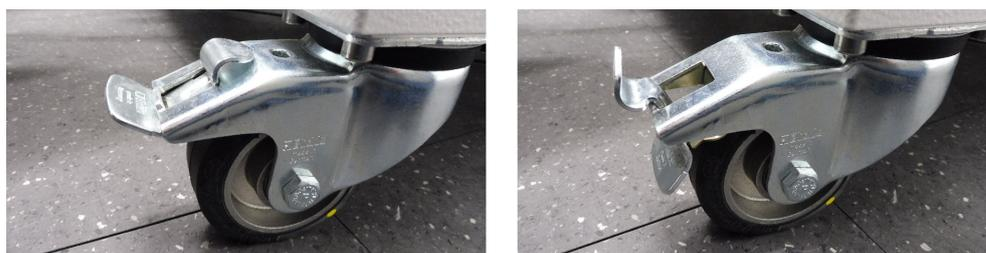

図 5-1: ブレーキ付き車輪
4. チャンバーの移動が終わったら、車輪をロックして、意図しない動きを防止してください。詳細については、図 5-1 を参照してください。
3. チャンバーの車輪のロックを解除します。詳細については、図 5-1 を参照してください。
5. 前輪をロックします。詳細については、図 5-1 を参照してください。